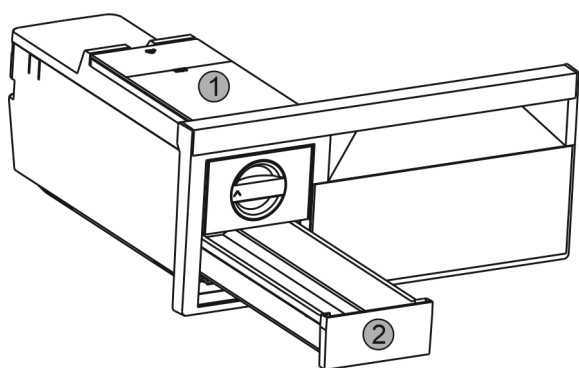

Fig. 58
- ▶ Enlever le réservoir d'eau Fig. 58 (1) et le tiroir à glaçons Fig. 58 (2).